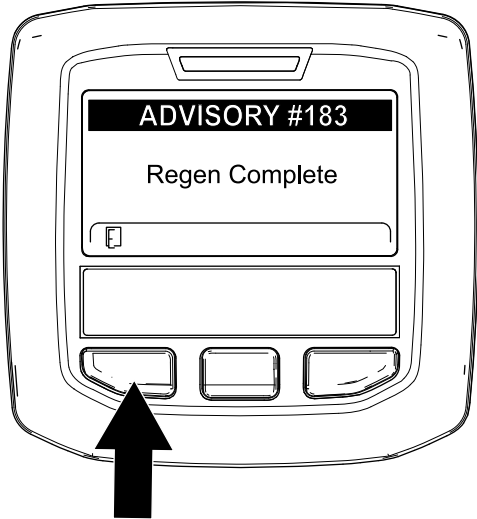

Figura 56
9. Quando il computer del motore completa una rigenerazione parcheggiata o una rigenerazione di recupero, l'InfoCenter visualizza il messaggio ADVISORY #183 (Figura 56). Premete il pulsante sinistro per uscire e tornare alla schermata Home.
**Nota:** Se la rigenerazione non viene completata, l'InfoCenter visualizza il messaggio Advisory #184 (Figura 56). Premete il pulsante sinistro per uscire e tornare alla schermata Home.